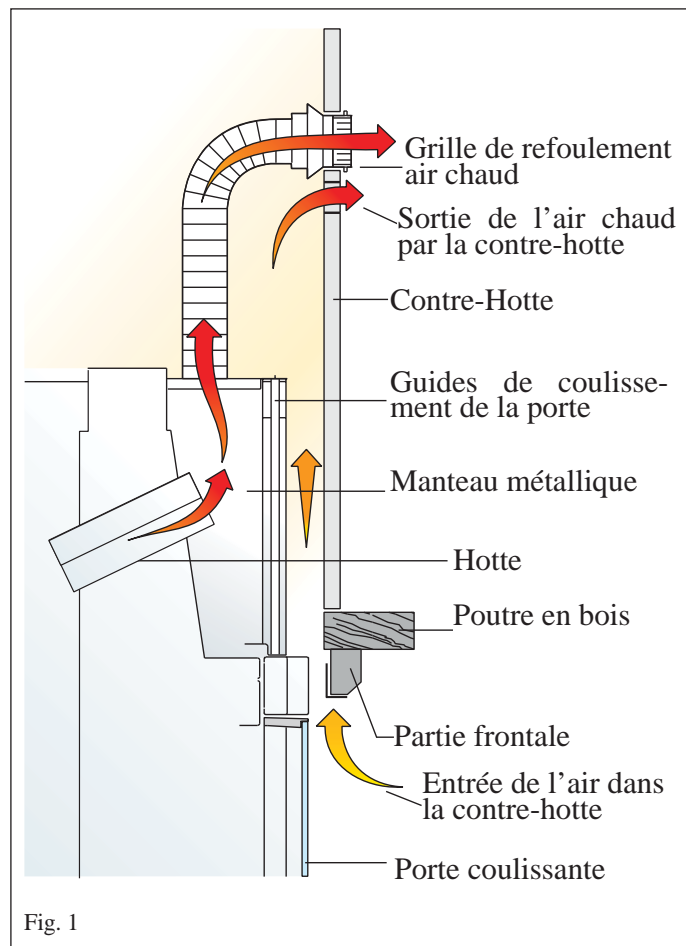

Fig. 1
Revêtements, contre-hotte et leurs aérations (fig. 1)
- **Position « allumage »/puissance calorifique max. (fig. 1) :**